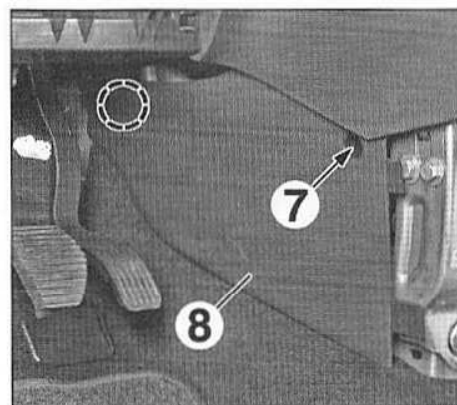

FIG.18
- Déposer la vis (7) (Fig.18).
- Dégraffer et déposer la garniture latérale gauche de console centrale (8).